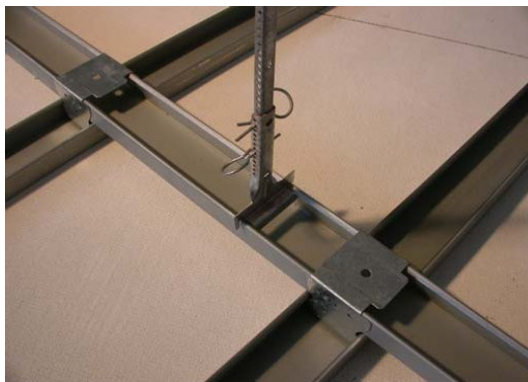

Abb. 2
- 3.1 Die CD-Grundprofile (Grobrost) sind drucksteif mit Nonius-Hängern (Abb. 2) an der Rohdecke zu befestigen. Die Befestigung der Nonius-Oberteile ist mit zugelassenen und genormten Dübeln vorzunehmen.